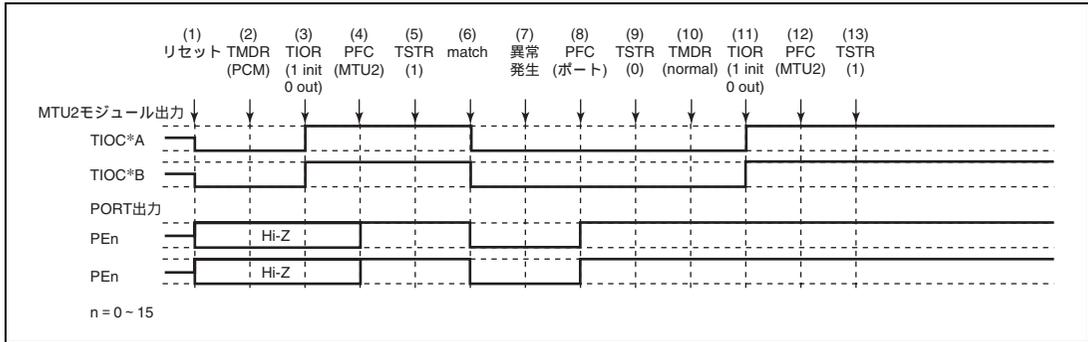

図 11.131 位相計数モードで異常が発生し、ノーマルモードで復帰する場合
位相計数モードで異常が発生し、再設定後ノーマルモードで再スタートする場合の説明図を図 11.131 に示します。
(1) ~ (9) は図 11.131 と共通です。
(10) PWM モード 1 を設定します。
(11) TIOR で端子を初期化してください (PWM モード 1 では TIOC\*B 側は初期化されません)。
(12) PFC で MTU2 出力としてください。
(13) TSTR で再スタートします。
(19) 位相計数モードで動作中に異常が発生し、PWM モード 2 で再スタートする場合の動作
(10) PWM モード 2 を設定します。
(11) TIOR で端子を初期化してください (PWM モード 2 では周期レジスタの端子は初期化されません)。
(20) 位相計数モードで動作中に異常が発生し、位相計数モードで再スタートする場合の動作
(10) 位相計数モードで再スタートする場合には必要ありません。
(11) TIOR で端子を初期化してください。
(21) 相補 PWM モードで動作中に異常が発生し、ノーマルモードで再スタートする場合の動作